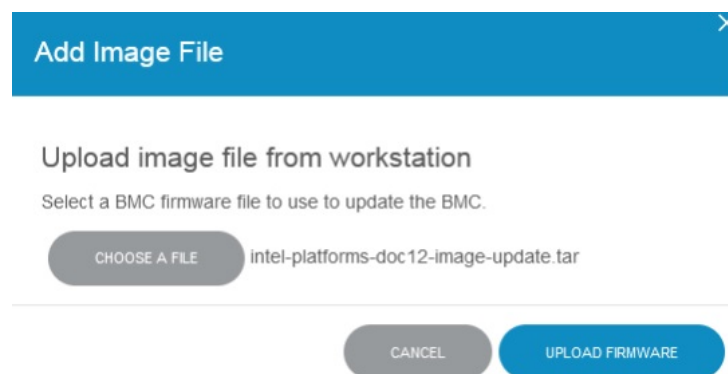

Рис. 84. Окно с активной кнопкой «UPLOAD FIRMWARE»
- 5) Нажмите на кнопку «UPLOAD FIRMWARE». Окно показано на рис. 84 Окно с активной кнопкой «UPLOAD FIRMWARE»